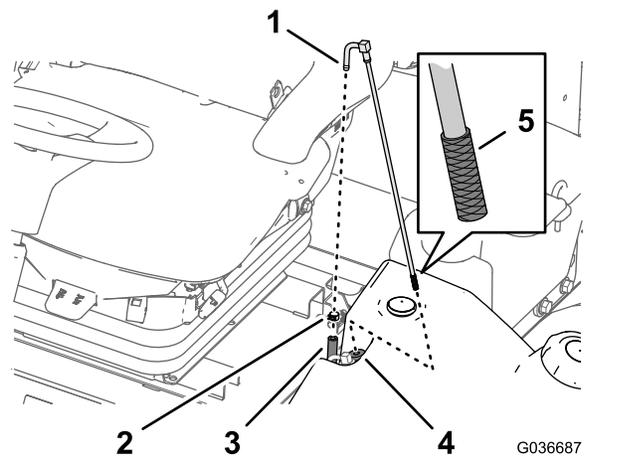

図 91
1. 燃料供給ホースを燃料供給チューブに固定しているホースクランプを外す図 91。
2. フィッティングからホースを取り外す図 91。
3. 燃料タンクから燃料供給チューブを取り出す図 91。
4. 燃料供給チューブの端部のスクリーンにたまっているごみについていねいに取り除く図 91。
5. ゴム製ブッシュを通して燃料タンク内部へ燃料供給チューブを挿入する図 91。